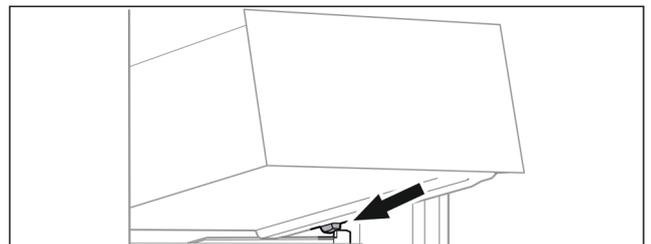

Fig. 69
- ▶ Schubfach schräg hinter den Stopperrn auf Behälterrippe aufsetzen. (siehe Fig. 69)